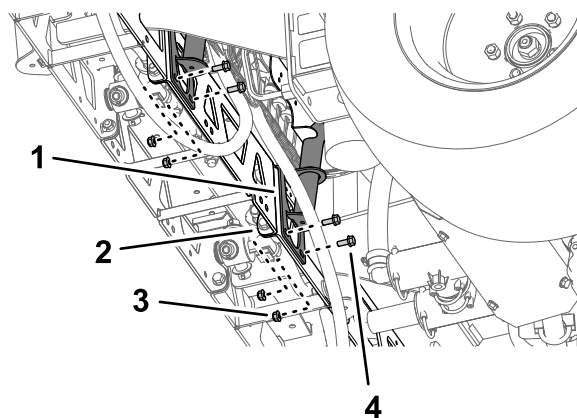
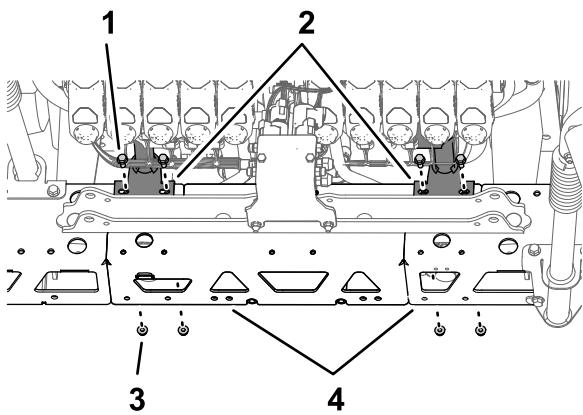

Figura 110
Figura 111
- Alinhe os orifícios no suporte de montagem da montagem da válvula com os orifícios na estrutura da armação da secção de pulverização central (Figura 110).
- Monte a montagem da válvula na estrutura da armação (Figura 110 e Figura 111) com quatro parafusos (5/16 pol. x 3/4 pol.) e quatro porcas de bloqueio flangeadas (5/16 pol.).